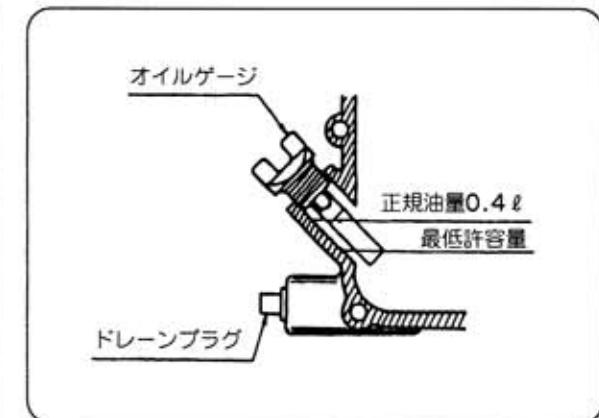

図27
1) エンジンオイル(図27)
- ①エンジンプラグ室の給油口を取外す。
- ②ドレンプラグを外して、汚れたオイルを流し出します。(図27)
- ③給油は、給油口より検油ゲージの規定量まで入れてください。(図27)